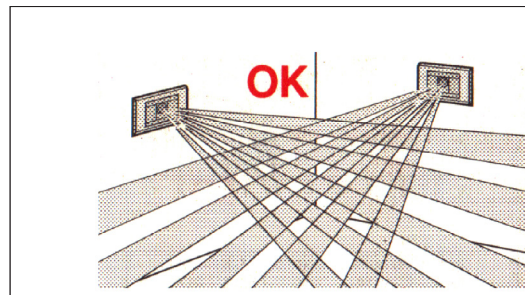

Fig. 2
- E' possibile installare più rilevatori nello stesso ambiente (Fig. 2).